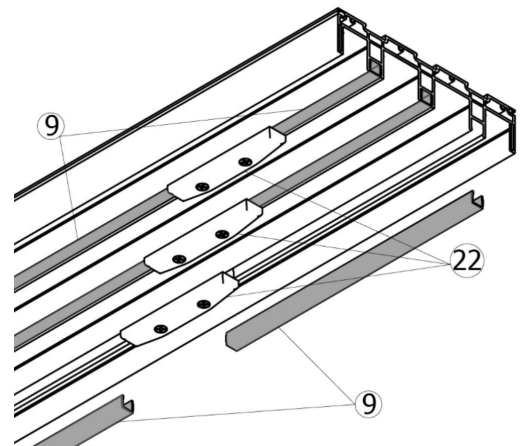

Figura 30
2. **Ubique** las cubiertas de los tornillos del marco (pieza 9) y córtelas a las longitudes determinadas en el paso anterior (figura 30).
3. **Encaje** a presión la cubierta en el cabezal del marco, utilizando un mazo de goma para fijarla (figura 30).